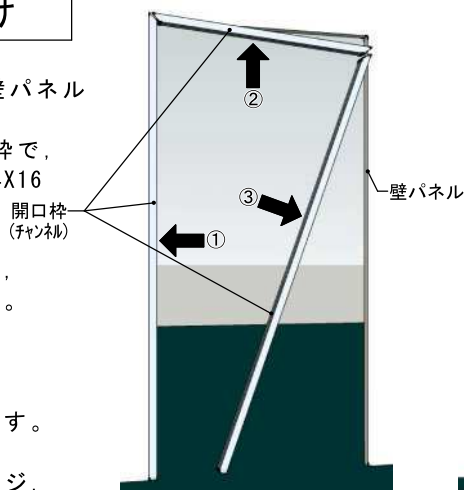

図1-1
- 1-1 開口枠(チャンネル)を、同梱のネジで壁パネルの開口部に取り付けます。(図1-1参照)